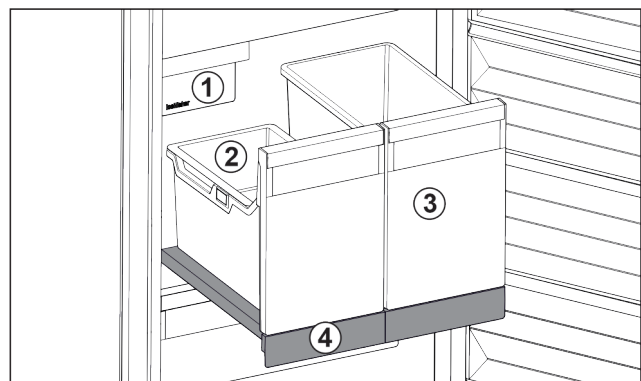

Fig. 122 Balda extraíble con IceTower
Hay dos recipientes altos (IceTower) en la balda extraíble. *Fig. 122 (2)* Los cubitos de hielo del IceMaker se recogen y almacenan en el contenedor. El *Fig. 122 (3)* es adecuado para almacenar alimentos altos, como pizzas o bebidas alcohólicas.